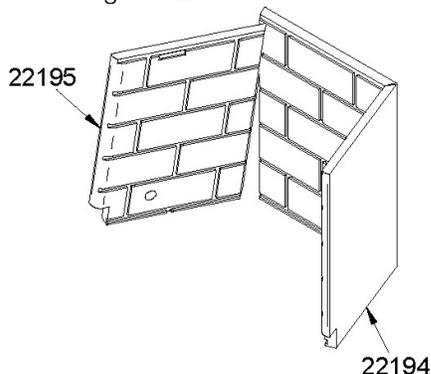

Figure 42.4
4. Retirez les panneaux réfractaires de gauche et de droite (22195 et 22194), ou (22332 et 22331) Figure 42.4